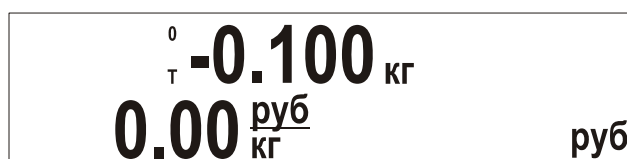

Рисунок 42. Показания дисплея при введенной известной массе тары.
- повторно нажмите на клавишу  (короткое нажатие), на дисплее отобразится значение массы тары со знаком минус, при этом указатели Т ("Тара") и 0 ("Ноль") будут гореть (см. Рисунок 42):